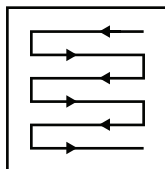

Fig. 17
5. Corte el césped en pasadas que se solapen ligeramente. El patrón más eficaz para cortar el césped es en pasadas rectas paralelas a uno de los lados. De esta forma, las pasadas serán regulares y se asegurará de cortar todo el césped sin dejarse ninguna zona (Fig. 17).
8. Vacíe el recogedor de hierba (8) con regularidad.